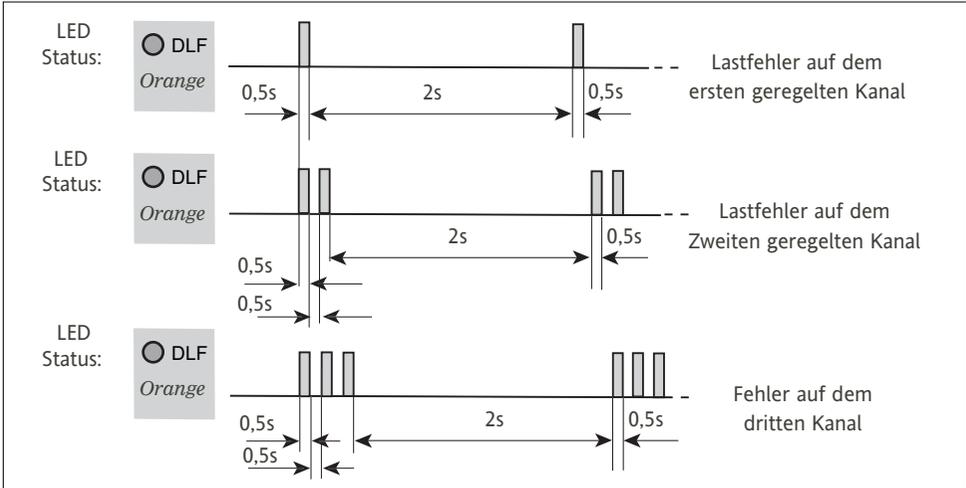

Abbildung 3-2 Signalisierung der Position des Lastfehlers über die 'DLF' LED
- Die DLF Anzeige blinkt in bestimmter Weise, um den Kanal zu identifizieren, auf dem der Lastfehler aufgetreten ist (Abbildung 3-2).
In Abbildung 3-2 sehen Sie **drei verschiedene Blinkfrequenzen** bei einem Lastfehler auf einem der Thyristor Kanäle.